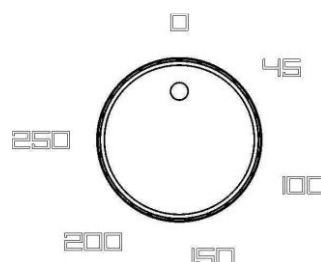

Fig.1
TEPPANYAKI jest kontrolowany przez regulator energii do wielu pozycji (patrz rys. 1). Aby włączyć, obróć pokrętkę (7) w prawo do poziomu żądanej temperatury (od 45 °C do 250 °C). Usłyszysz lekkie kliknięcie wskazujące na wyłączenie termostatu a płyta rozgrzeje się błyskawicznie do czerwoności, wskaźnik (9) zapali się, po czym zgaśnie, gdy osiągnie ustawioną wartość. Wybór temperatury zależy od rodzaju przygotowywanej potrawy, jej wielkości i zawartości wody. Oczekaj kilka minut, aż grill dobrze się rozgrzeje, a następnie za pomocą łopatki, jeśli to konieczne, rozprowadź tłuszcz lub oleje na powierzchni grilla i umieść na niej potrawy, które mają być gotowane.
Powierzchnia teppanyaki: powinna być czyszczona, gdy ma temperaturę w zakresie ok. 50-60 °C; w tej temperaturze łatwiej jest usunąć resztki jedzenia. Jeśli powierzchnia płyty jest zimna, ustaw pokrętkę termostatu (7) na 50-60 °C, jeśli jest jeszcze gorąca, poczekaj aż ostygnie: w takim przypadku, gdy zdecydowałeś się na przeprowadzenie procedury czyszczenia, w celu ustalenia temperatury powierzchni płyty, obrócić pokrętkę termostatu (7) do momentu zapalenia się lampki kontrolnej (9) i odczytać wskazaną temperaturę (rys. 1), następnie przywrócić pokrętkę (7) do pozycji "O-off" pozycja.